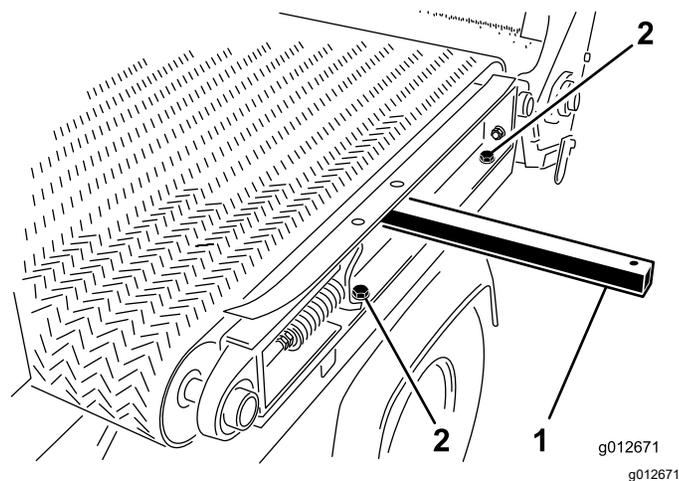

图 26
7. 卸下机器左侧将滑轨固定至机架的2个平头螺丝、垫圈和螺母 图 26。
- 将提升杆插入机器左侧的孔中提起提升杆倾斜滑行滚道 图 26。